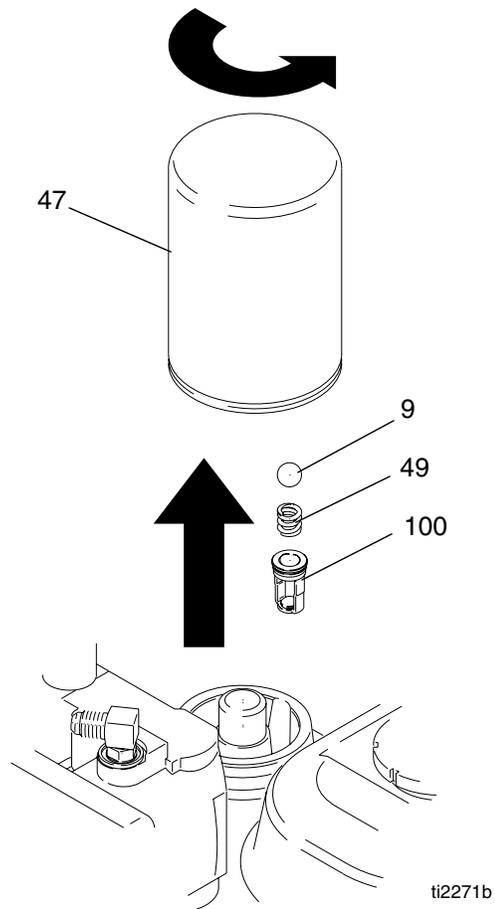

FIG. 6
1. Fig. 6. Placer une cuvette ou des chiffons sous le pulvérisateur pour recueillir le fluide hydraulique qui s'échappera.
2. Enlever le bouchon de vidange (40). Vidanger le fluide hydraulique.
3. Dévisser le filtre (47) lentement - le fluide s'écoule dans la rainure et s'évacue par l'arrière.
4. Retirez et remplacez bille (9), le ressort (49) et retenue (100).